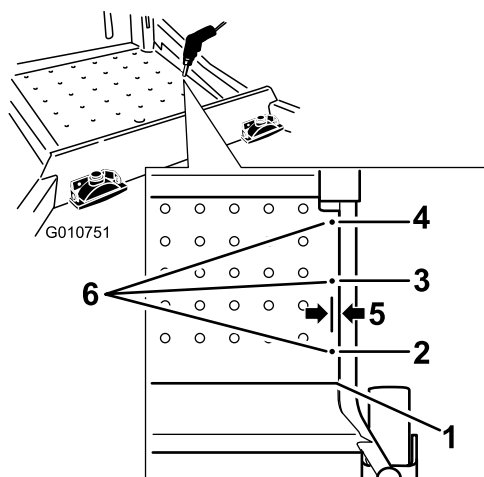

Figura 3
- Mida desde el borde delantero de la chapa hacia atrás y marque puntos a 7.62, 22.86 y 38.1 cm (3, 9 y 15 pulgadas) (Figura 3).